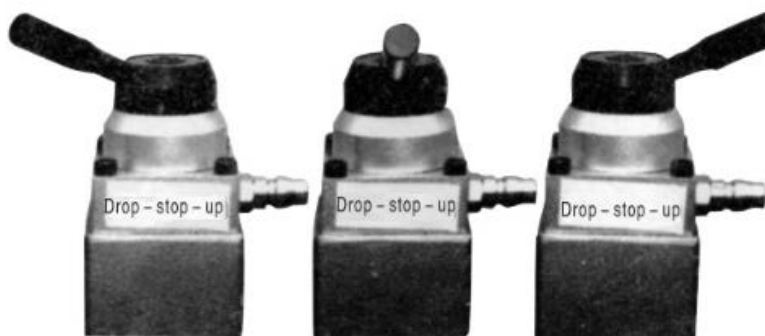

Рисунок 2. Переключатель подъема и опускания.
- ▶ Установите переключатель подъема и опускания на вершине рукоятки управления в позицию «STOP». (См. Рисунок 2).
- ▶ Установите переключатель подъема и опускания на вершине рукоятки управления в позицию «UP». (См. Рисунок 2).
- ▶ Осторожно опустите груз, поворачивая переключатель подъема и опускания на вершине рукоятки управления в позицию «DROP» (См. Рисунок 2).